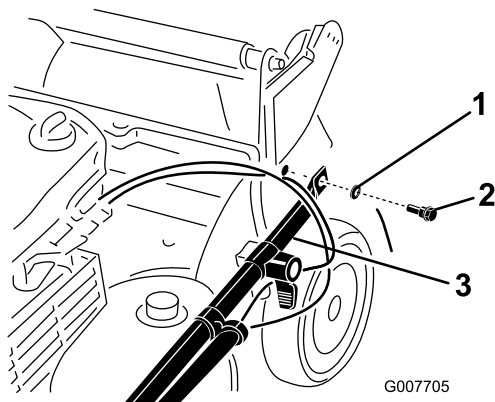

Figura 3
2. Fija los extremos del manillar al alojamiento del cortacésped con 2 arandelas y 2 pernos de manillar (Figura 3), **pero no apriete los pernos del manillar.**
**Importante:** Coloque los cables en el *exterior* del manillar (Figura 3).